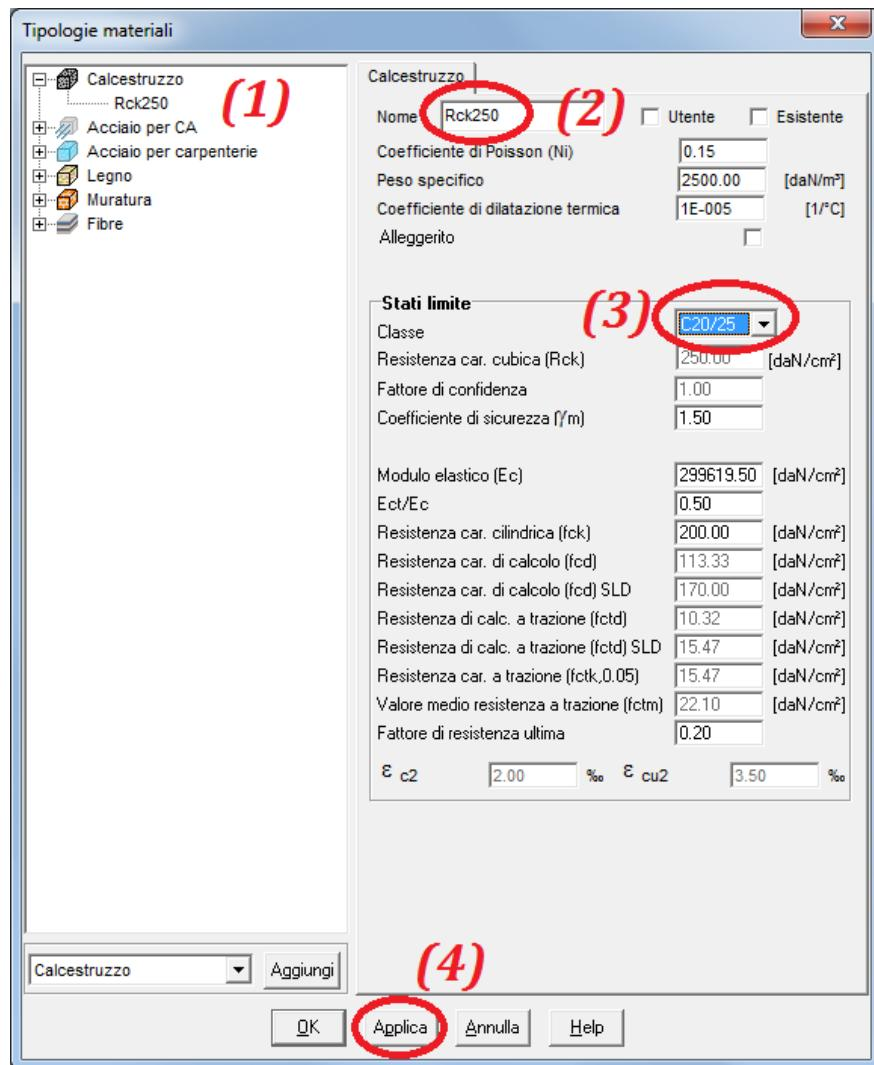

Figura 4
Accedere all’ambiente ‘Tipologie Materiali’ e selezionare l’unico calcestruzzo presente (1). Con riferimento alla figura 4, spostarsi sul campo ‘Nome’ e denominare il materiale come ‘Rck250’ (2). Dal selettori ‘Classe’, all’interno della sezione Stati Limite, impostare il calcestruzzo tipo C20/25 (3). Cliccare su ‘Aplica’ (4) per salvare le modifiche apportate.